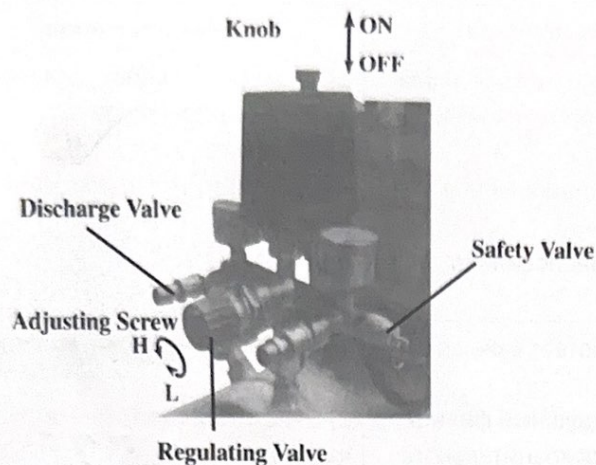

Fig.3
- 2) При нормальной работе компрессор управляется реле давления (прессостатом). Он может автоматически отключаться при повышении давления до максимального значения и перезапускаться при снижении давления до минимального значения. Номинальное давление было отрегулировано при производстве. Не стоит бездумно его менять. После отключения двигателя необходимо выпустить весь сжатый воздух через выпускной клапан под выключателем. Это необходимое условие для повторного включения, иначе двигатель будет поврежден. Номинальное давление можно отрегулировать, повернув регулировочный болт переключателя (рис. 3)
- 3) Давление сжатого на выходе воздуха можно регулировать с помощью регулирующего клапана (рис. 3) Потяните вверх ручку регулирующего клапана, затем поверните ее по часовой стрелке, чтобы увеличить давление.